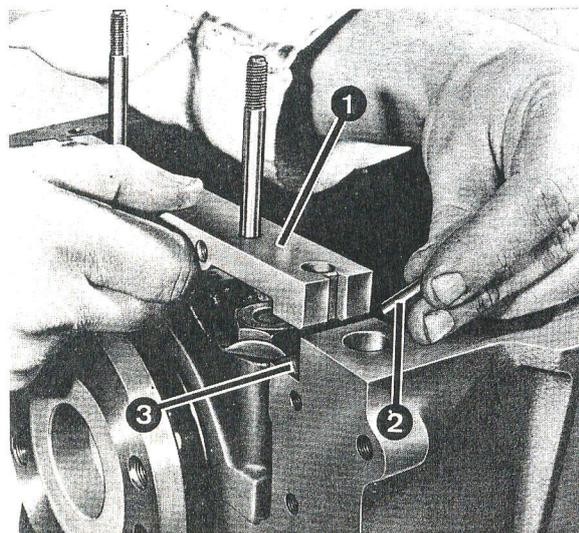
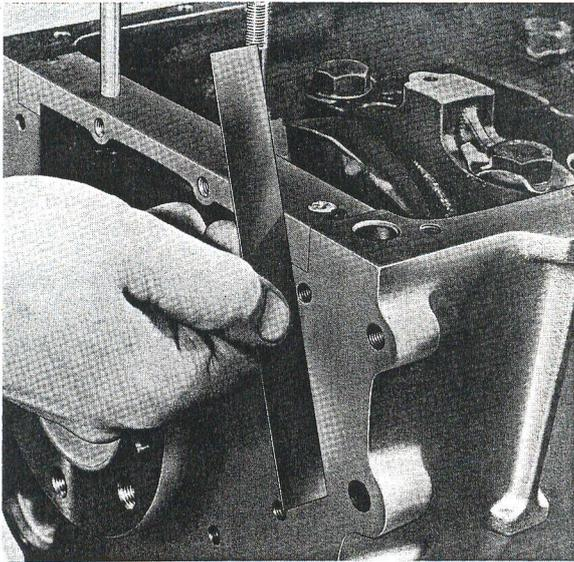

Fig. K5 — Mise en place du pontet-entretoise.
Fig. K6 — Aligned view of the connecting rod cap with a straightedge to check its alignment against the rear face of the cylinder block.
5. Remettre en place le pontet-entretoise au-dessus du chapeau de palier arrière. Utiliser des joints neufs, à chaque extrémité de l'entretoise et entre la face supérieure de l'entretoise et le bloc (fig. K5). Assurer la fixation de l'entretoise à l'aide des deux vis noyées et mettre en place les deux vis de fixation de la coquille d'étanchéité du palier arrière sur l'entretoise.
11. Reposer le pontet-entretoise au-dessus du palier arrière et utiliser des joints neufs (fig. K5). S'assurer que la face arrière de l'entretoise est dans le plan de la face arrière du bloc (fig. K6).